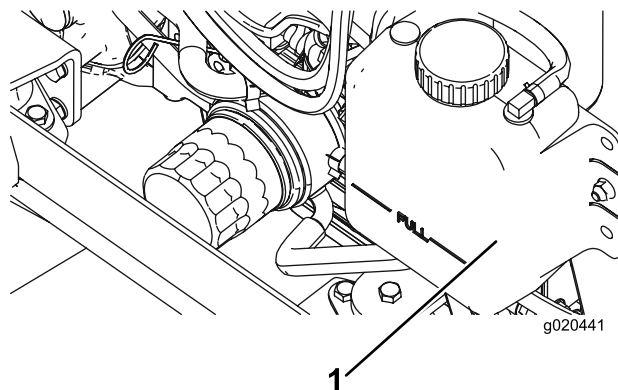

Figura 73
1. Togliete con cautela il tappo del radiatore e il tappo del serbatoio di espansione (Figura 73).